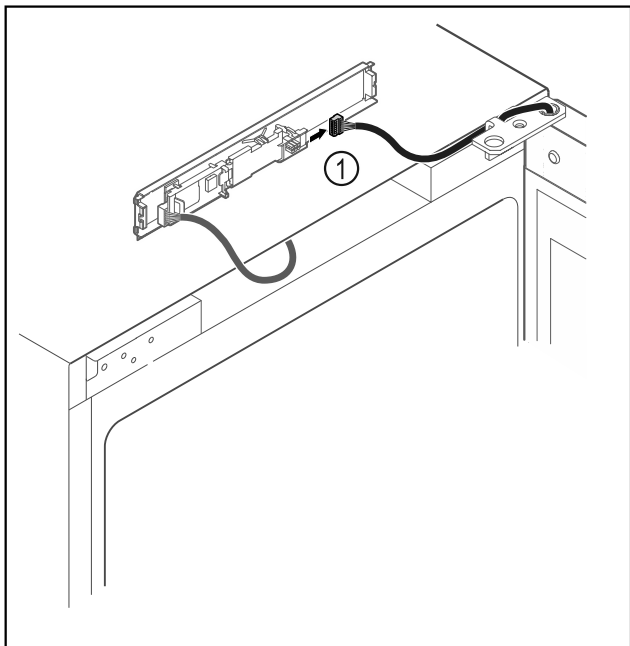

Fig. 12
- Trekk ut pluggen Fig. 12 (1) fra kretskortet.